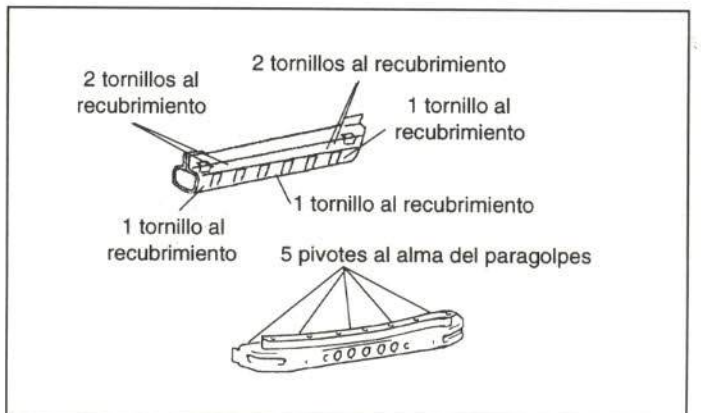

Figura 40.- Unión del alma y absorbedor del paragolpes
- Alma de paragolpes (figura 40).